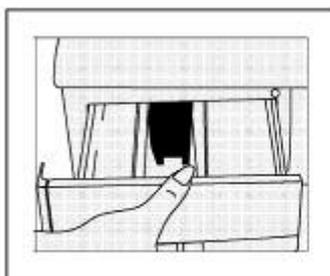

Fig 14
- Puxar a gaveta até ao fundo (Fig.14)